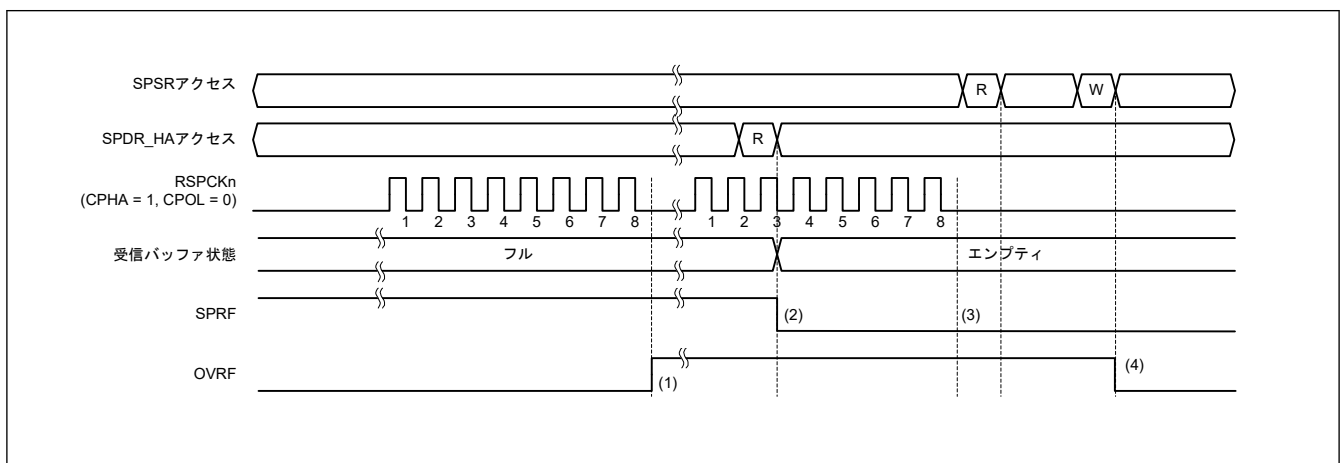

図 27.28 OVRF フラグおよび SPRF フラグの動作例
図 27.28 に、SPSR.OVRF フラグと SPRF フラグの動作例を示します。図 27.28 に記載した SPSR アクセスと SPDR_HA アクセスは、それぞれ SPSR、SPDR_HA レジスタへのアクセス状況を示しています。W は書き込みサイクル、R は読み出しサイクルを示しています。この例では、SPCMD0.CPHA ビットが 1、SPCMD0.CPOL ビットが 0 の設定で、SPI が 8 ビットのシリアル転送を実行しています。RSPCKn 波形の下に記載した数字は、RSPCKn サイクル数 (= 転送ビット数) を示しています。
以下に、図 27.28 の (1)～(4) に示したタイミングでのフラグの動作内容を説明します。